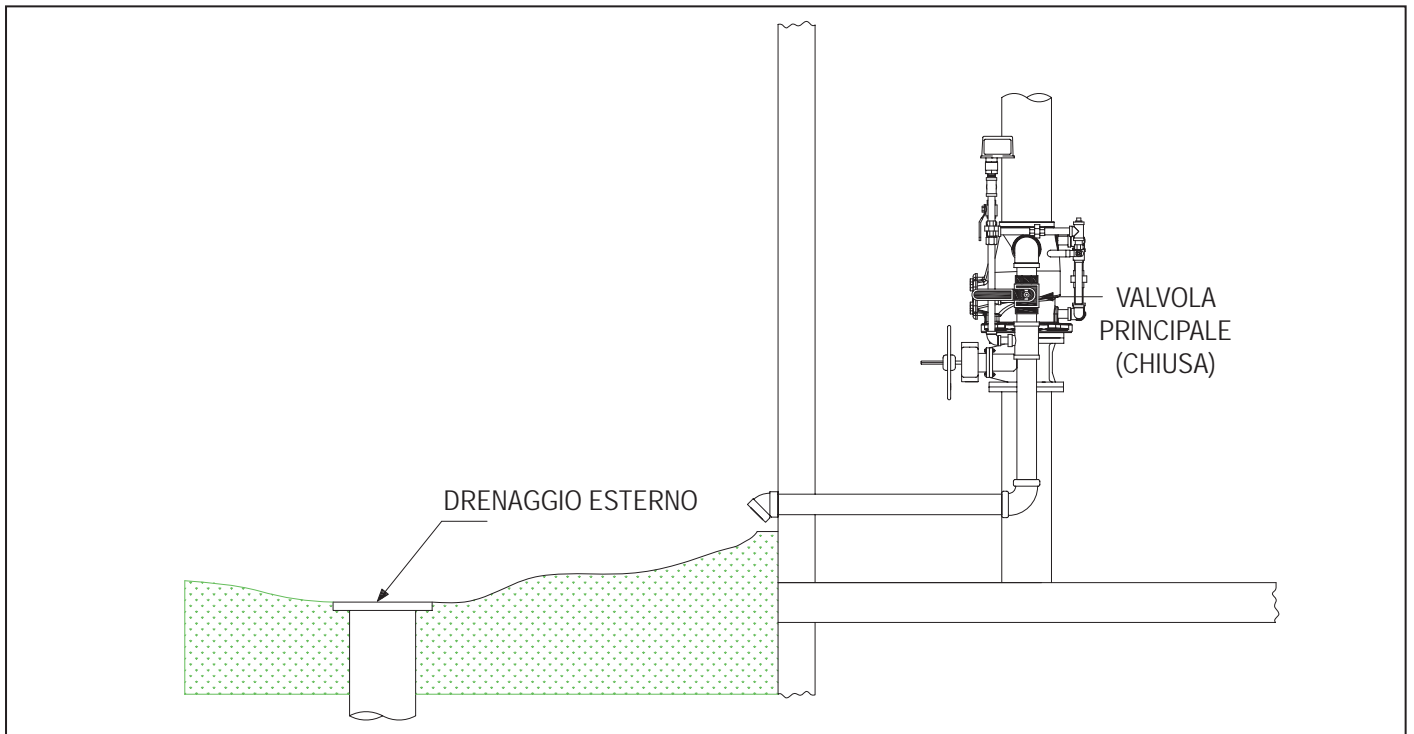

Figura 43
7. Una volta completato il test, **CHIUDERE LENTAMENTE** il drenaggio principale (Figura 43)